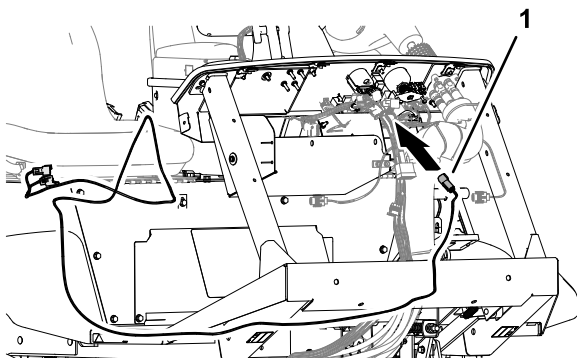

Figure 34
1. À l'avant de la machine, dirigez le connecteur à 4 broches du faisceau de bus ISO-CAN – 302 cm (119 po) étiqueté To ISOBUS vers la planche de bord (Figure 34).